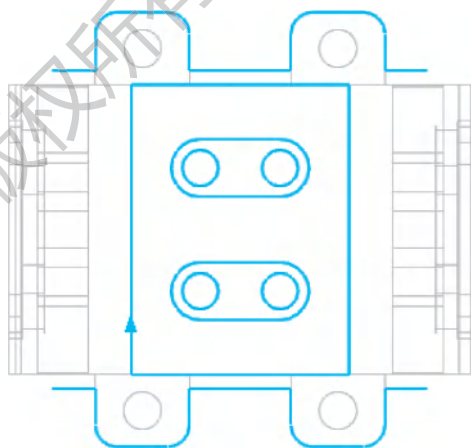

图 11-35 选择加工边界
1) 选择【刀路】/【外形】命令，系统弹出【线框串连】对话框，选择如图 11-35 所示最大矩形，箭头起始位置即为选择的位置，此时刀具补偿方向为左补偿，单击【确定】按钮。